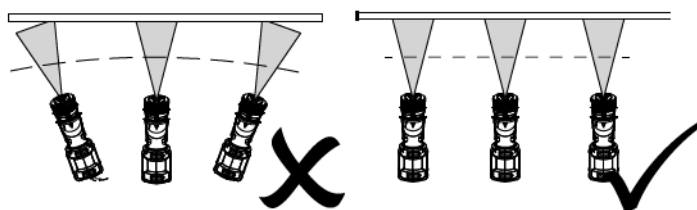

Fig. 16
- > Mantenga la boquilla de pulverización (4) a una distancia de entre 10 y 30 cm de la superficie de trabajo.. Mueva la pistola de pulverización manteniendo la perpendicularidad con la zona de pulverización (Fig. 16).